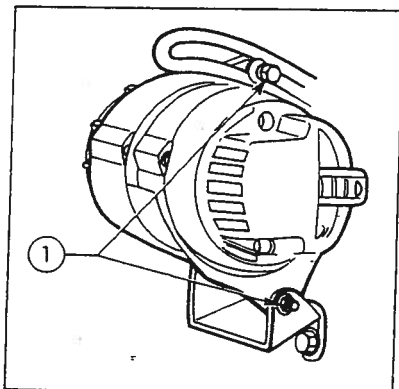

Fig. 11
1. Slakk på boltene i vekselstrømsdynamoen støttebraketter og justeringsbolt (fig. 11).